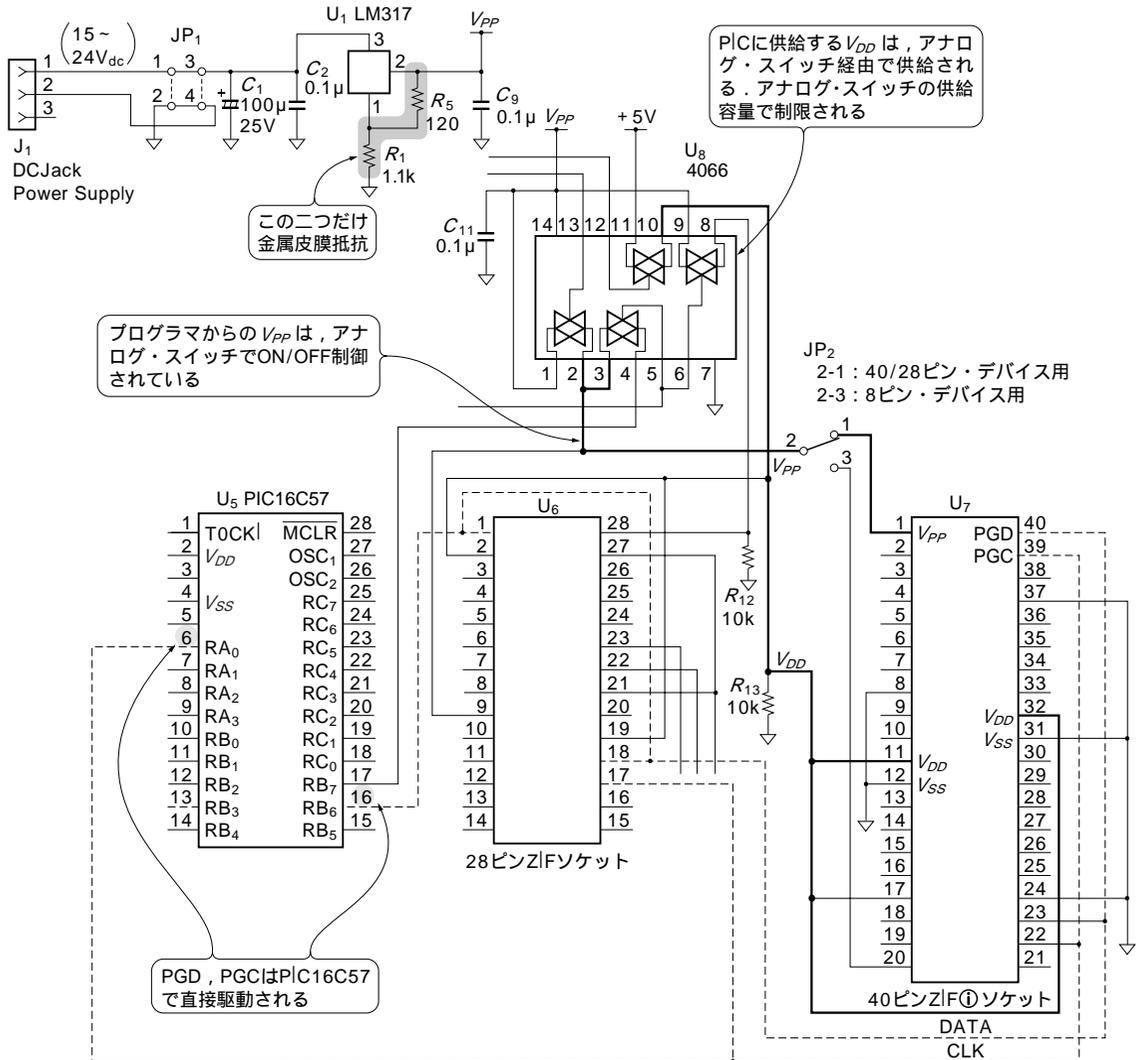

図3-9⁽⁴⁾ AKI-PIC プログラマV3.5の回路図の抜粋
図3-9の回路図では、可変三端子レギュレータ IC LM317の出力電圧設定用の抵抗R1, R5だけ、5本のカラー・コードで表示されている金属皮膜抵抗が使用されています。カラー・コードが茶(1) 茶(1) 黒(0) 茶(10の1乗) 金(5%)で1.10k (1100)と茶赤黒黒金 = 120 のもので、共に温度係数の良い(= 温度変化で抵抗値の変動が少ない)抵抗です。ほかの一般的な炭素皮膜抵抗は4本のカラー・コードで表示されています。